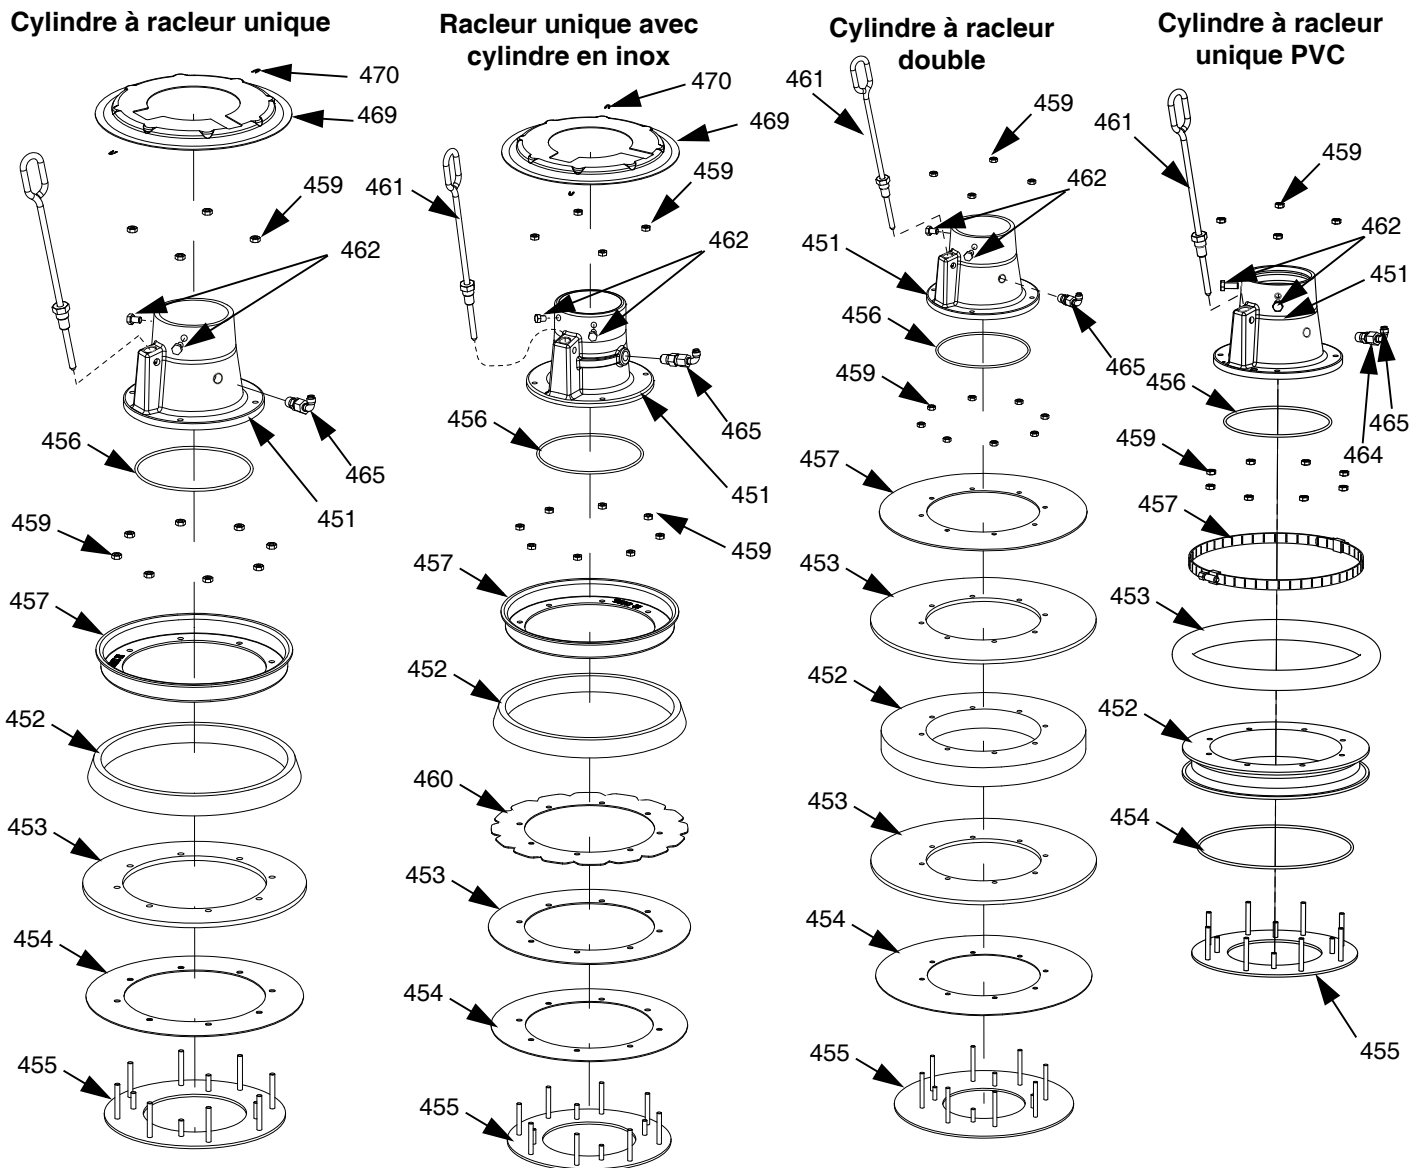

FIG. 14 : Ensembles de racleur simple et double
1. Retirez l'ensemble de racleur ; consultez la FIG. 14 :
- a. Pour tous les cylindres à racleur unique : Retirez les deux clips (470) à l'aide d'une pince à bec effilé et retirez le capot du cylindre (469).
- b. Retirez les huit écrous (459) qui rattachent les racleurs au moulage du cylindre (451) et retirez l'ensemble de racleur.
2. Retirez les huit écrous (459) de l'ensemble de racleur.
3. Séparez le plateau supérieur (457), l'entretoise (452), le(s) racleur(s) (453), le support de racleur (454) et le plateau inférieur (455).